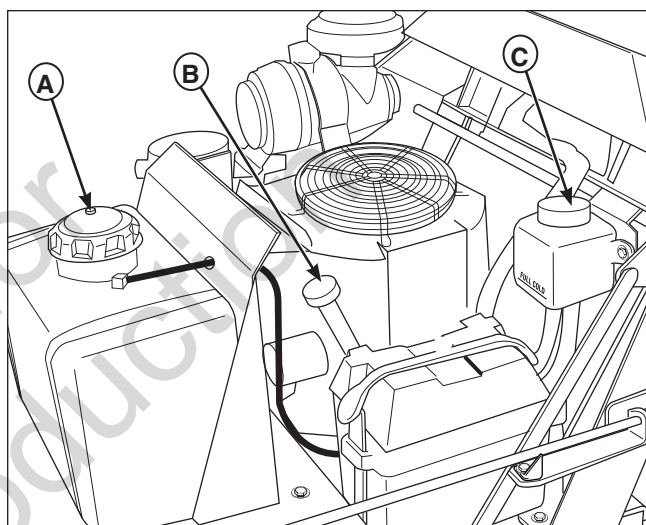

Figura 2. Controlli prima dell'avviamento
- Verificare che il basamento sia riempito sino al segno di pieno sull'asta di livello (B, Figura 2). Per istruzioni e consigli sull'olio vedere il manuale per l'operatore del motore.
- Rifornire il serbatoio (A) con carburante fresco. Per consigli riguardanti il carburante vedere il manuale del motore.
- Controllare il serbatoio dell'olio idraulico (C) e accertarsi che il livello dell'olio raggiunga il segno PIENO FREDDO.